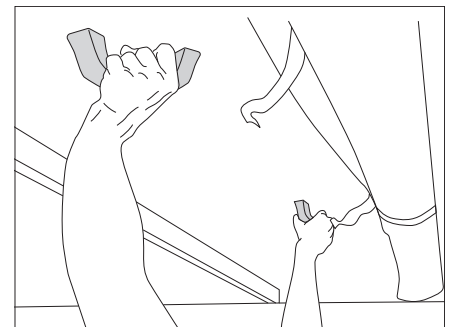

Figura 12 Levantar el techo elevable
- Presionar el techo elevable de los dos tiradores hacia arriba con las dos manos (Figura 12).